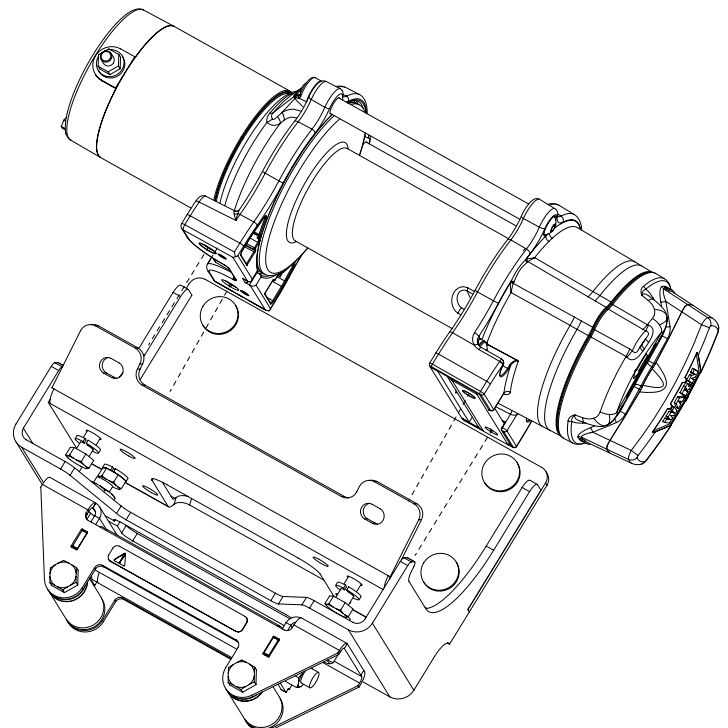

Figure 3
5. Fixer le treuil sur le montage (A1). Voir la figure 3.